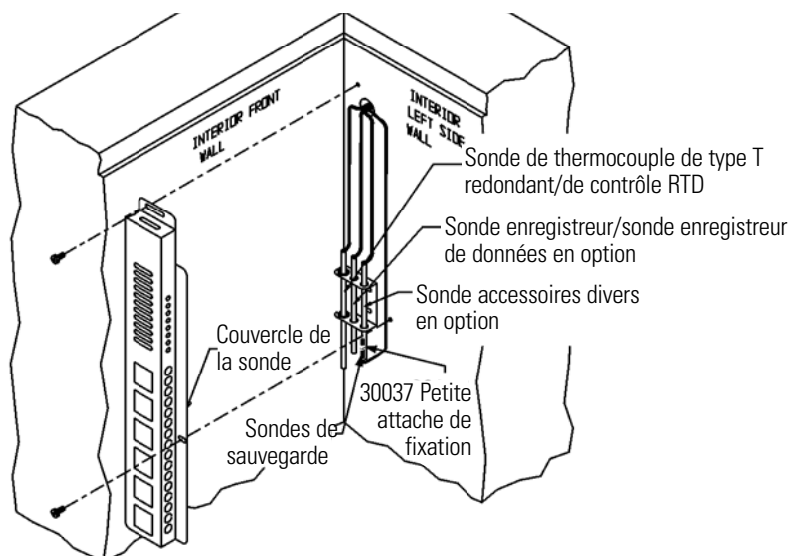

Figure 6-5. Emplacement de la sonde
- Ouvrir le congélateur et localiser le couvercle de la sonde situé sur la paroi supérieure avant gauche. Retirer les deux vis cruciformes de fixation du couvercle de la sonde (voir Figure 6-5).
- Faire passer la sonde BUS dans le port de la sonde, environ 30 cm. Sécuriser la sonde de sauvegarde en fonction de la sonde de température à l'aide d'une petite attache à tête d'équerre (Figure 6-5).
- Réinstaller le couvercle de la sonde (Figure 6-5).